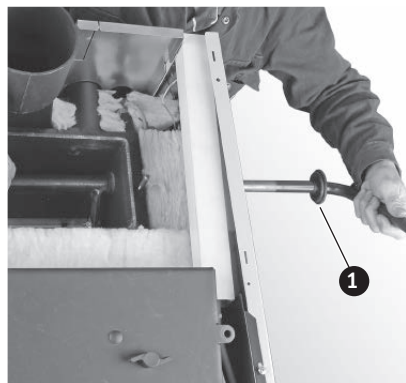
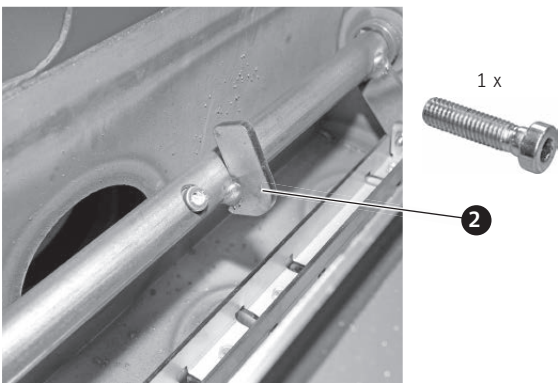

Fig. 62 Rompere la prepunzonatura, inserire la leva di pulizia scambiatore nell'apertura
Fig. 63 Spingere la leva attraverso l'asse e bloccarla con la vite (solo infilata)
- Montare la leva di pulizia scambiatore sul lato sinistro o destro in funzione dell'accessibilità. Rompere la prepunzonatura, inserire la leva nell'apertura della parete laterale (Fig. 62), spingerla all'interno attraverso l'asse (la battuta deve essere rivolta verso l'alto – Fig. 63) della pulizia scambiatore e bloccarla con la vite a testa cilindrica con esagono incassato M8x30 (solo infilata) – Fig. 63. Premere la bussola nel rivestimento della parete laterale – Fig. 62.